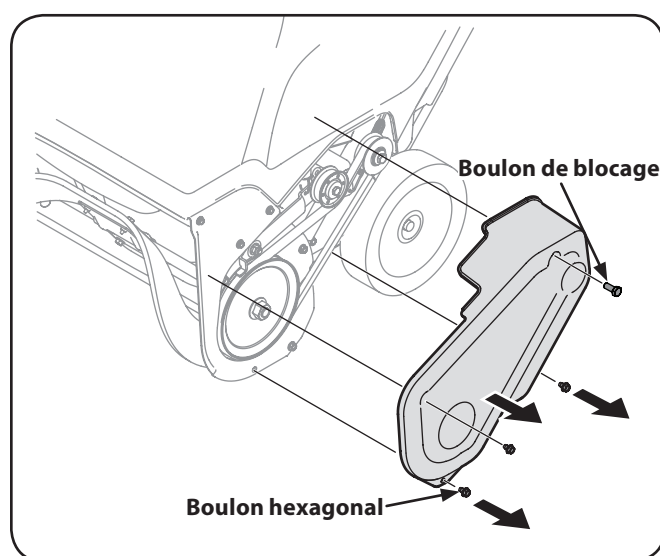

Figure 7-1
4. Enlevez les trois boulons hexagonaux et le boulon de blocage qui fixent le couvercle de courroie au châssis, puis retirez le couvercle. Voir Figure 7-1.